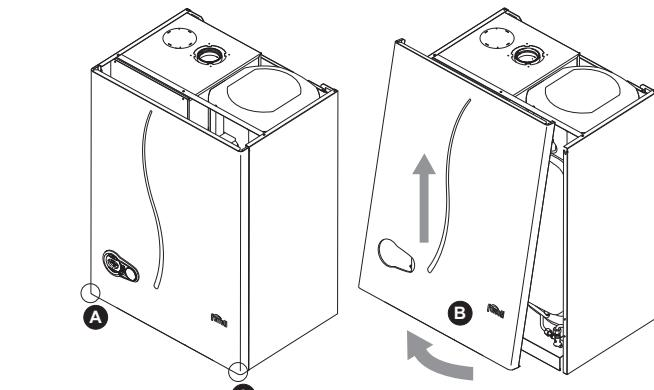

рис. 24 - Открытие передней панели
1. Отвинтите винты "A" (см. рис. 24)